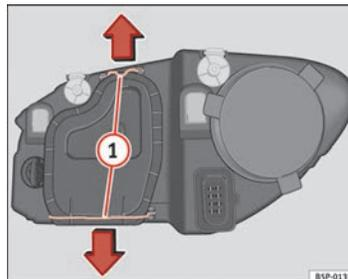

Fig. 187 Médios
- Desloque os tirantes ⇒ Fig. 187 1 no sentido da seta e puxe a tampa. ▶